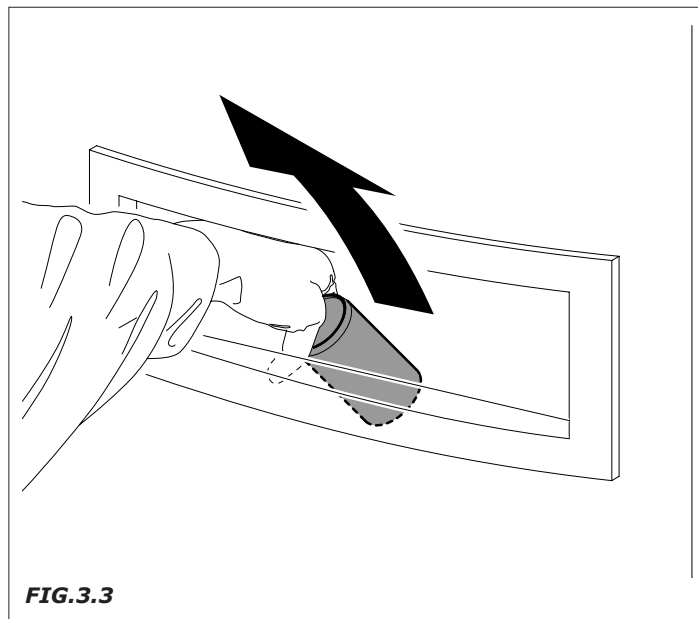

FIG.3.3
- introdurre la mano nel vano di erogazione per prelevare il prodotto (Fig.3.3).